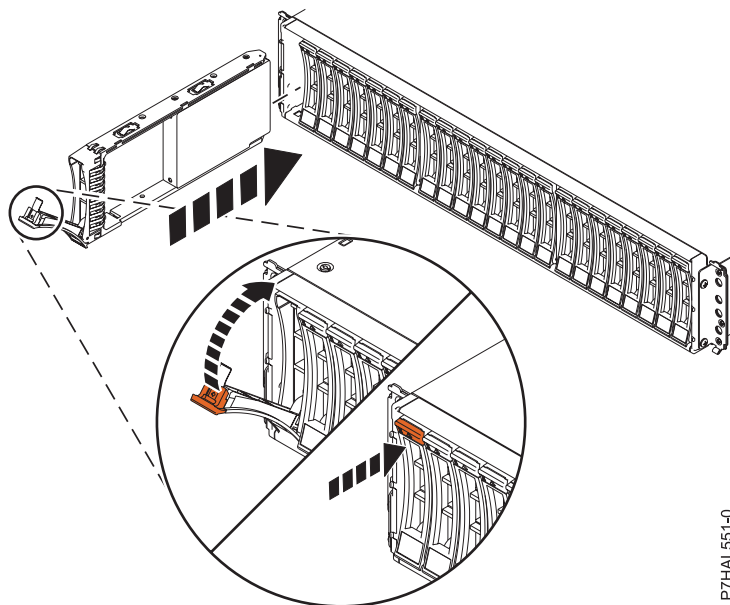

Figura 7. Instalación de la unidad de disco en Alojamiento de unidad de disco 5887
1. Con el asa en la posición de desbloqueo, como se muestra en Figura 7, sostenga la unidad por la parte inferior mientras la alinea con los rieles de guía de la unidad de expansión.